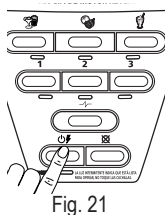

Fig. 21
1. Presione el botón de encendido/apagado  (Fig. 21) para encender el artefacto. Todas las luces parpadearán por un momento y la luz de encendido continuará parpadeando, lo que significa que el artefacto está activado y listo para usar.
3. Presione el botón de encendido/apagado  (Fig. 21) para apagar el artefacto.
3. Presione el botón de encendido/apagado  (Fig. 21) para apagar la unidad.